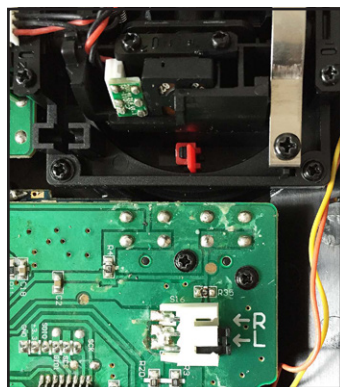

Fig.3
4. Changez le jumper S16 de position : Il doit être sur L pour le mode 2 et sur R pour le mode 1. Voir fig. 3